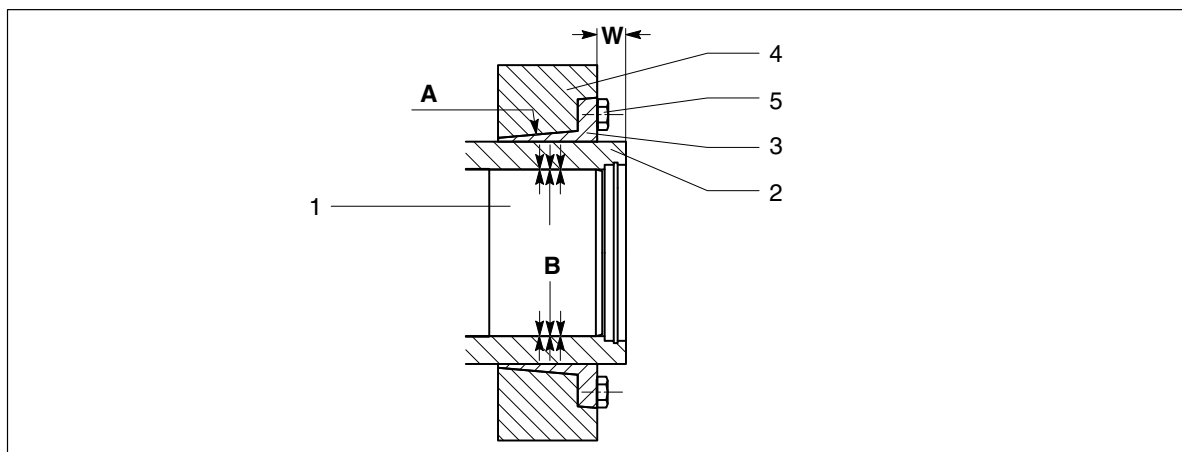

Bild 56: Montage der Schrumpfscheibe
- Die Kegelflächen von Innen- und Außenring (3 und 4 siehe Bild 56) müssen fettfrei / ölfrei sein.
- Die Kegelflächen von Innen- und Außenring (3 und 4 siehe Bild 56) dünn und gleichmäßig mit Schmiermittel bestreichen.
- Die Spannschrauben (5 siehe Bild 56) an der Auflagefläche und am Gewinde mit Schmiermittel versehen.